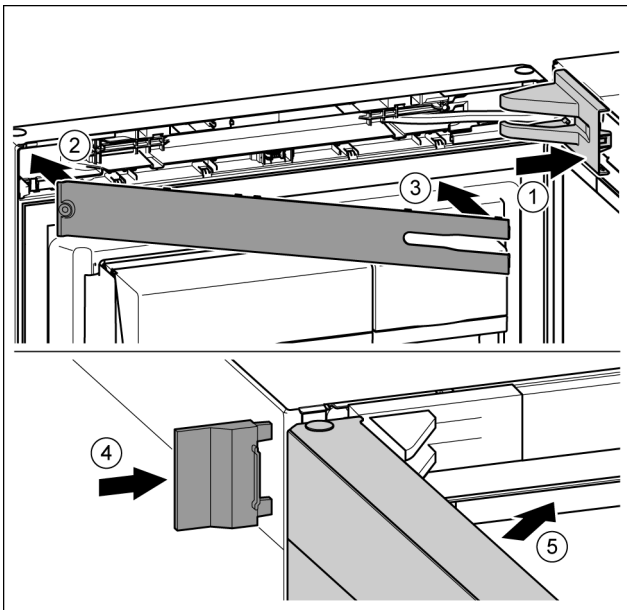

Fig. 43
- Встановіть та зафіксуйте кришку опорного кронштейна, у разі необхідності – обережно розтисніть. Fig. 43 (1)
- Встановіть накладку. Fig. 43 (2)
- Поверніть і зафіксуйте накладку. Fig. 43 (3)
- Насуньте зовнішню кришку. Fig. 43 (4)
- Закрийте верхні дверцята. Fig. 43 (5)